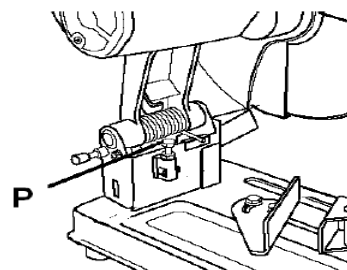

Fig. 8
Как показано на Рис. 8, регулируемый упор глубины (P) накручивается на основание машины в задней ее части. Поднимая или опуская болт упора глубины при помощи 12 мм ключа, вы можете контролировать, как далеко отрезной круг двигается, когда рукоятка машины отжата.